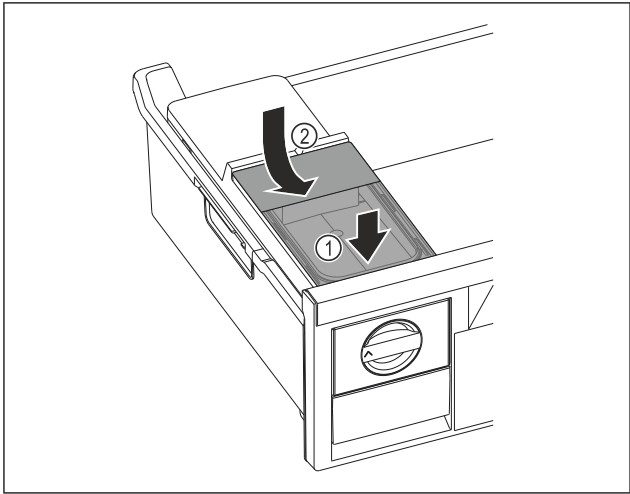

Fig. 43
- ▶ 放置水箱前部。 Fig. 43 (1)
- ▶ 放下水箱后部。 Fig. 43 (2)